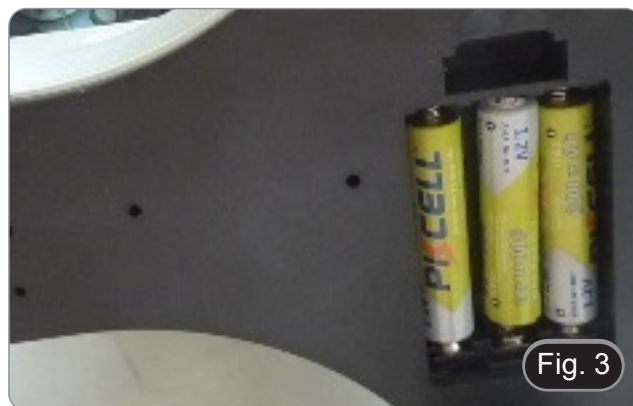

Fig. 3
1. Retire a tampa do compartimento da bateria e insira as baterias, respeitando a polaridade. (Fig. 3)